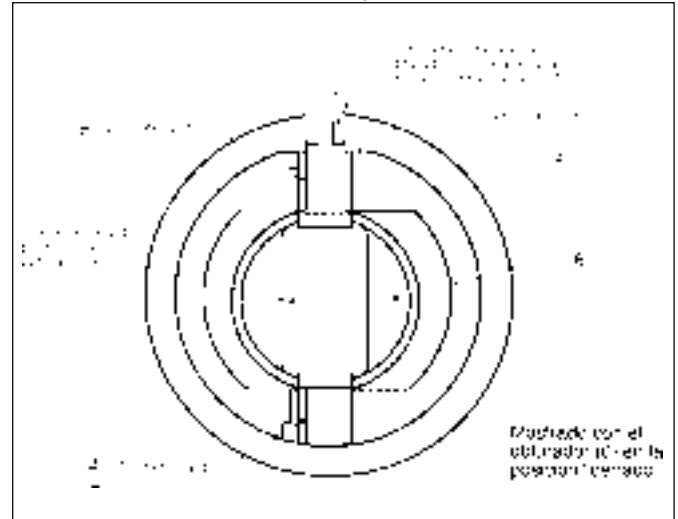

Figura 5: Vista Posterior del Subensamble Jaula/Obturador
4. Deslice los cojinetes (4)(5) entre las ranuras del eje del obturador (6).
NOTA: Los cojinetes (4) (5) no son de la misma longitud. El cojinete más corto (5) se acopla en la ranura del eje del obturador (6) el cual tiene la lengüeta. Ver la Figura 5.